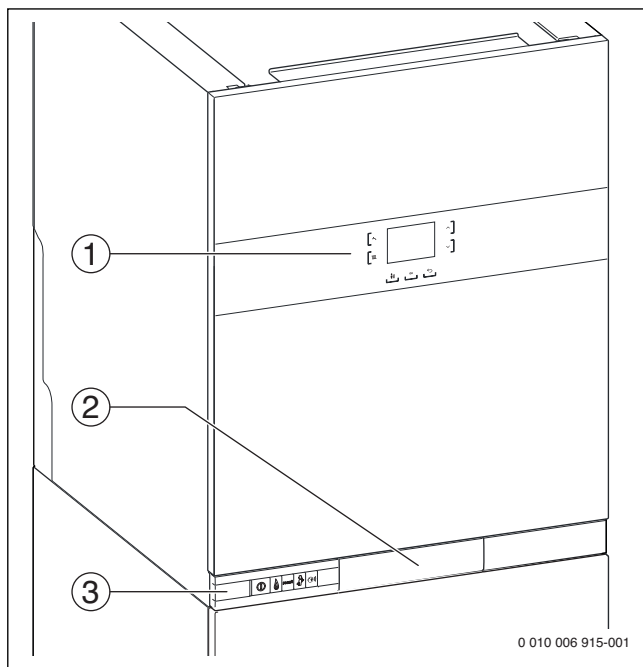

Bild 7 Übersicht der Bedienelemente
- Bedieneinheit im Gerät eingebaut, für Außentemperaturgeführte Regelung (→ Bild 7, [2]).